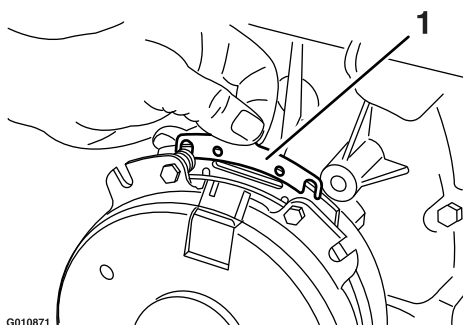

Figure 67
- B. A l'aide d'une pince à becs longs ou avec les doigts, saisissez la languette et déposez la cale (Figure 67).